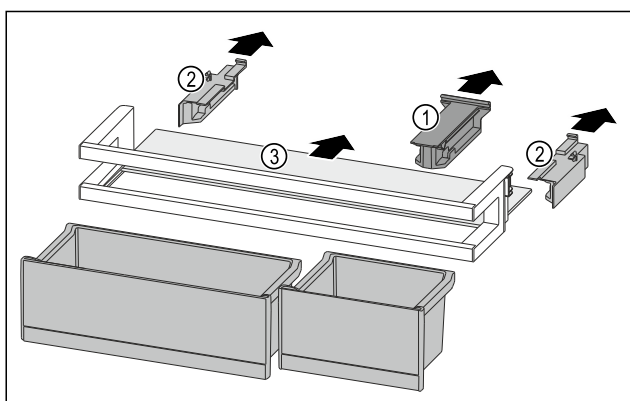

Fig. 92
- 拉出定位件 Fig. 92 (1)。
- 拉出侧面部分 Fig. 92 (2)。
- 取出搁板 Fig. 92 (3)。